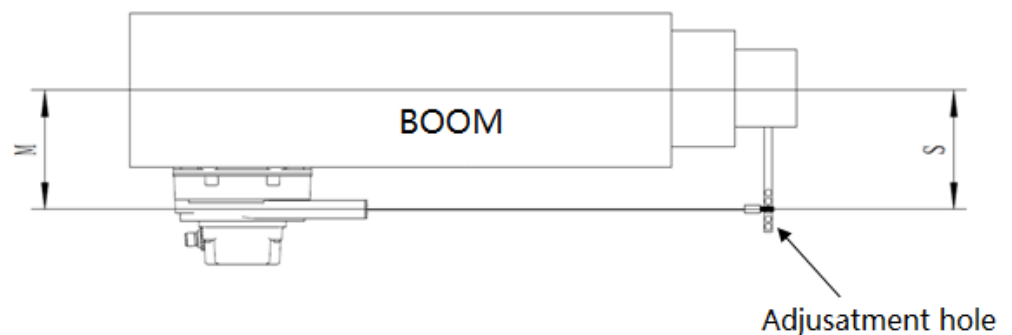
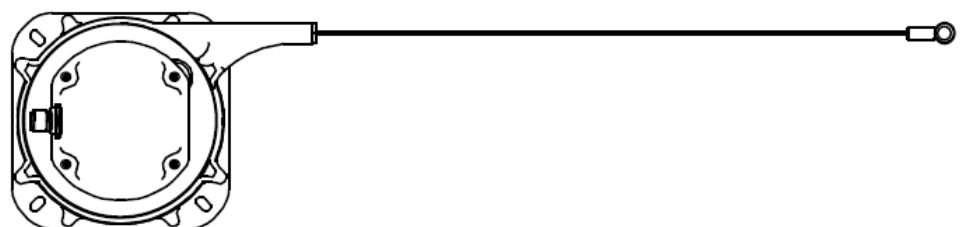

Abbildung 4-4
Abbildung 4-5
Wenn es notwendig ist, ein Montageloch an der Montageposition des Kragens zu reservieren, um den Kragen zu befestigen, sollte die Breite (S) vom Montageloch bis zur Auslegermittellinie gleich der Breite (M) von der Mitte der Kabeltrommel bis zur Auslegermittellinie sein. Wenn die obigen Bedingungen nicht erfüllt werden können, können mehrere Einstelllöcher an der Montagehalterung geöffnet werden, wie in Abbildung 4-4 gezeigt. Es ist für den Monteur praktisch, die Einstellungen während des Montagevorgangs vorzunehmen. Achten Sie bei der Verwendung darauf, dass das Drahtseil waagrecht herausgezogen wird und kein Schrägzug entsteht, wie in Abbildung 4-5 gezeigt.